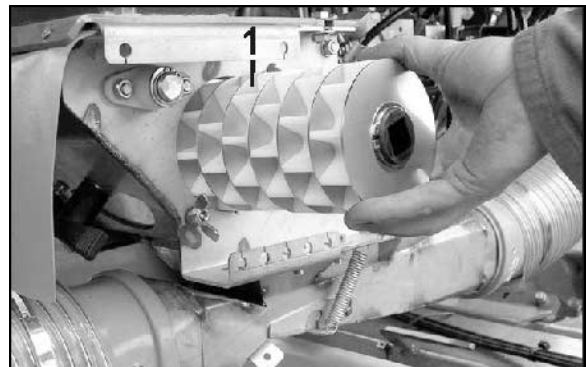

Рис. 19
- Крупный дозирующий вал (Рис. 19/1) для крупного посевного материала и высокой нормы высева